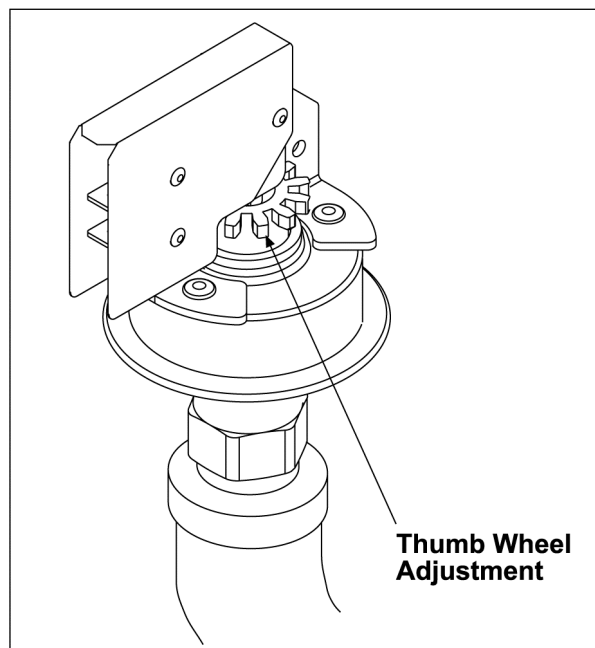

**Fig. 58**
**PREVIOUS PRODUCTION SHOWN (Fig. 58)**